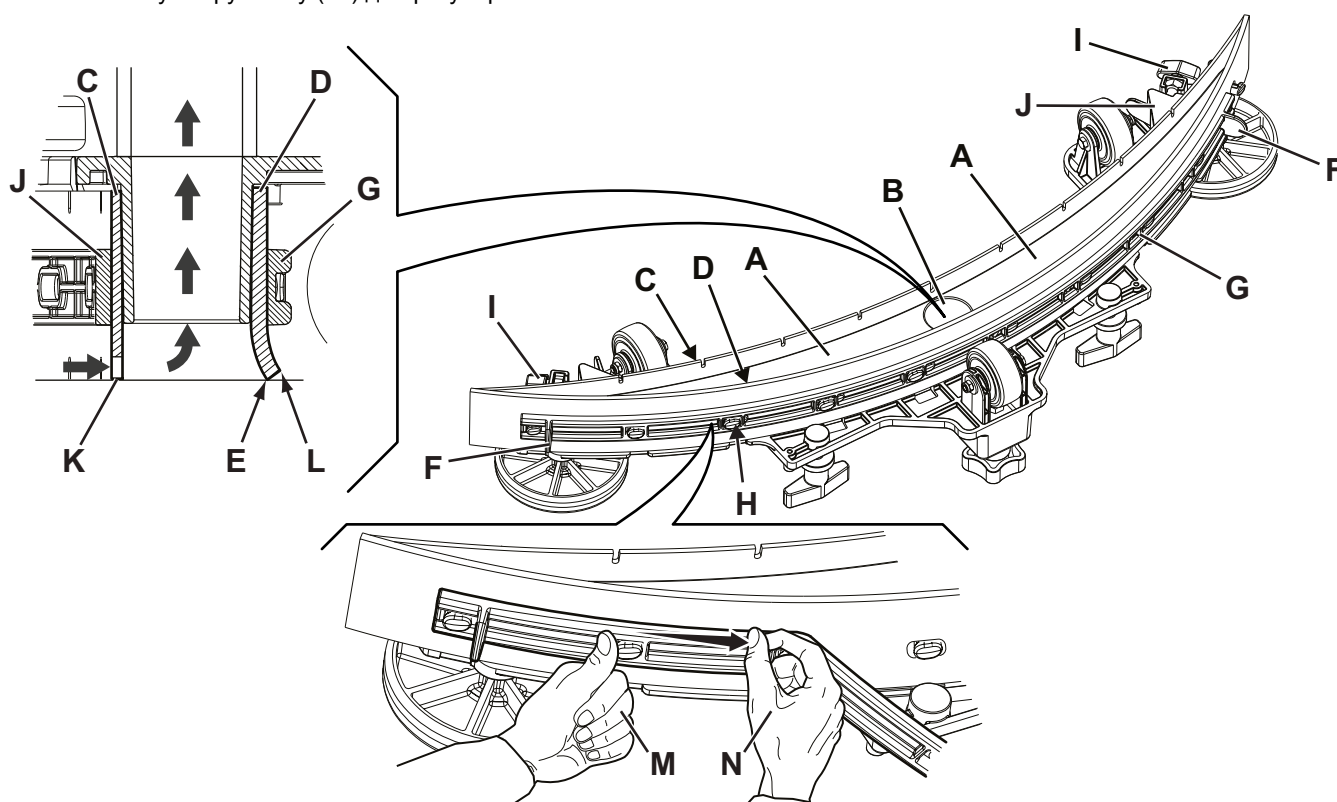

Рис. 11
2. Убедитесь, что машина отключена и ключ пользователя (52) извлечен.
3. Ослабьте маховики (32) и снимите швабру (13).
4. Вымойте и очистите швабру. В частности, очистите отсеки (А, Рис. 11) и отверстие (В). Проверьте состояние переднего (С) и заднего (D) скребков. При наличии повреждений замените их, как показано ниже.
2. Проверьте состояние переднего (С, Рис. 11) и заднего (D) скребков. При наличии повреждений замените их, как показано ниже. Проверьте, не изношен ли передний угол (Е) заднего скребка; в противном случае переверните скребок, чтобы поменять местами изношенный угол с целым. Если и другие углы изношены, замените скребок в следующем порядке:
- Используя перемычку (F) выдвиньте и снимите эластичную планку (G), а затем поверните или замените (H) задний скребок (D).
- Установите скребок, действуя в обратной последовательности. Прикрепите эластичную планку (G) к креплениям (H), начиная с одной стороны. Чтобы облегчить процедуру крепления, закрепляйте крепления по одному за раз, фиксируя планку перед креплением одной рукой (M) и тяните ее другой рукой (N).
- Отвинтите маховики (I) и снимите планку (J), затем поверните или замените передний скребок (C).
3. Установите швабру (13) и закрутите маховики (32).
- Убедитесь, что край (K) переднего скребка (C) и край (L) заднего скребка (D) размещены как показано на рисунке.
- Используйте рукоятку (33) для регулирования.